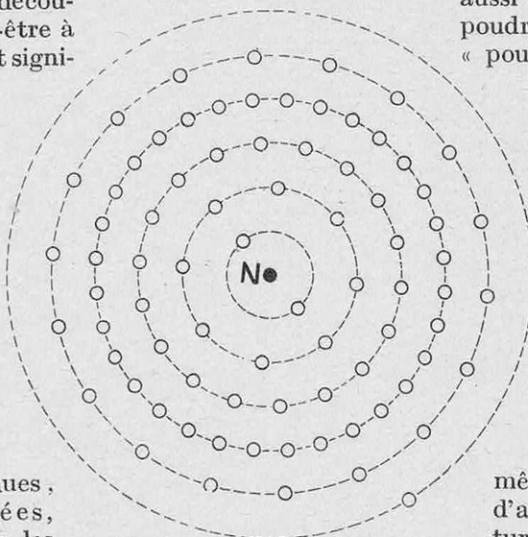
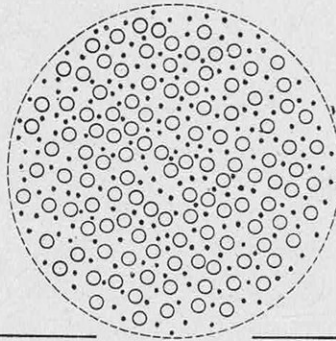

FIG. 8. — STRUCTURE D'UN ATOME D'OR
FIG. 9. - CE QUE RENFERME LE NOYAU D'UN ATOME D'OR
*Des astérisques (\*) sont disposés suivant un « réseau cubique à faces centrées ». La distance  $a$  est telle qu'il faut aligner 2 millions de ces cubes pour obtenir un cristal d'or d'un millimètre de longueur. Chacun des atomes (\*) a une structure représentée par la figure 8.*
L'atome lui-même (fig. 8) rappelle celui d'aluminium, avec une ceinture de 79 électrons (au lieu de 13) ; le noyau N (fig. 9) renferme 197 particules positives ou protons et 118 électrons. Remarquons accessoirement que le rapport des deux nombres (197 pour l'or et 27 pour l'aluminium, fig. 3) donne rigoureusement la densité du premier de ces métaux par rapport à l'autre, car leurs réseaux cristallins sont identiques.
*Cet atome est constitué par un noyau N, autour duquel gravitent 79 électrons, représentés par des cercles et répartis sur six couches. Ces électrons sont, en réalité, dans l'espace et tournent, chacun pour son propre compte, à raison d'au moins un million de tours dans un milliardième de seconde. Le noyau N et les électrons ont des dimensions analogues, qui sont cent mille fois plus petites que celles de l'atome tout entier. Le noyau N a lui-même une constitution complexe, schématisée par la figure 9.*
Le noyau N de la figure 8 est formé par l'assemblage de 118 électrons représentés par des petits cercles et de 197 particules positives (ou protons) figurées par des points. Chaque proton est à la fois deux mille fois plus petit (en diamètre) et deux mille fois plus lourd qu'un électron.
Empressons-nous d'ajouter que tous les savants présents ne furent pas si optimistes. Malgré le vacarme que fait l'étincelle et l'impression de grande puissance qu'elle donne, le procédé mis en œuvre est incomparablement moins énergétique que la méthode de Rutherford, laquelle, nous l'avons vu, a échoué sur des noyaux contenant plus de 31 protons. Et, si nous nous reportons à la figure 8, la tension appliquée à l'atome d'or ne doit pas, semble-t-il, pouvoir atteindre le noyau, celui-ci étant